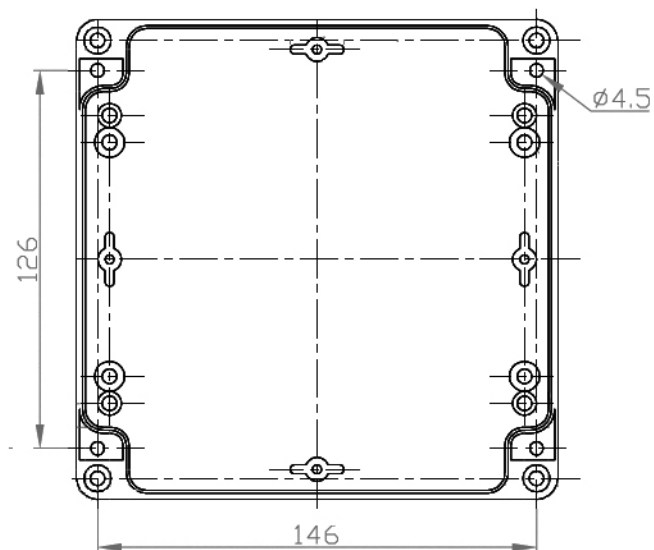

Рисунок 3 Установочный чертёж устройства.
1. Установка устройства выполняется на вертикальную переборку или монтажную панель с помощью специальных отверстий по углам корпуса согласно установочному чертежу (смотрите Рисунок 3).